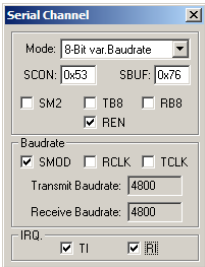

图 21-18 SBUF 赋值并置中断标志位
- (7) 在串行接口仿真界面中手动置位 TI 和 RI。继续按 F10 键，当执行 SBUF=0x76 语句后，从仿真界面可以看到数值 0x76 已经发送到缓冲区 SBUF。如图 21-18 所示。